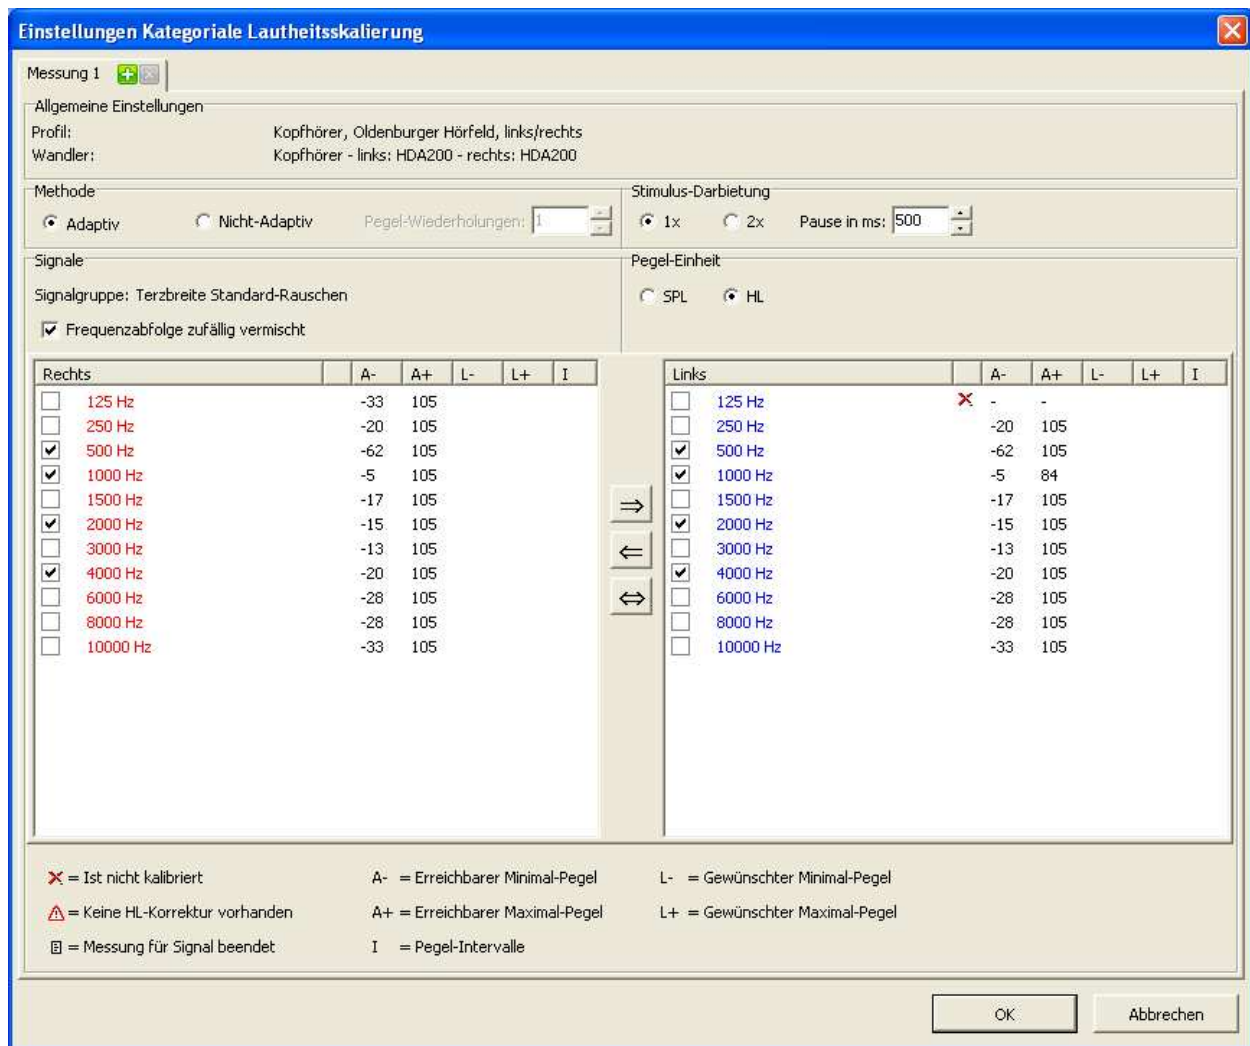

Abbildung 3: Konfigurationsdialog (hier: Kopfhörmessung „Oldenburger Hörfeld“ links/rechts, „Adaptiv“)
Nach der Auswahl des Messprofils (Messvariante) einer neuen Messung wird der so genannte Konfigurationsdialog angezeigt. Dort können Sie weitere Detailsinstellungen zur Messung vornehmen (Abbildung 3). Je nach gewähltem Messprofil können einzelne oder mehrere Einstellungsmöglichkeiten fehlen oder deaktiviert sein. Fehlermeldungen, die während der Konfiguration der Messung angezeigt werden können, sind in Abschnitt 6.1.1 beschrieben. Fehlermeldungen, die zusätzlich bei der Bearbeitung von Messprofilen angezeigt werden können, sind in Abschnitt 6.1.2 beschrieben.
**Achtung:** Nicht für jedes Prüfsignal ist zwingend auch eine Umrechnung in dB HL möglich. Dies wird entsprechend der Legende in Abbildung 3 durch ein Symbol angezeigt. In diesem Fall müssen Sie dB SPL auswählen.
Wurde für ein Prüfsignal eine manuelle Pegelbegrenzung eingestellt, dann wird diese im Konfigurationsdialog angezeigt (siehe Abbildung 3, 2000 Hz rechts).
Im Konfigurationsdialog werden für jedes Prüfsignal folgende Pegel-Informationen angezeigt (siehe auch Legende in Abbildung 3): Technisch erreichbarer Minimal-Pegel, Technisch erreichbarer Maximal-Pegel, gewünschter/manuell eingestellter Minimal-Pegel, gewünschter/manuell eingestellter Maximal-Pegel. Ist ein gewünschter Pegel außerhalb des möglichen Bereichs, wird dieser Pegel rot dargestellt. Bei einer Messung gilt dann automatisch die jeweils strengste Begrenzung.
Im Konfigurationsdialog werden für jedes Prüfsignal folgende Pegel-Informationen angezeigt (siehe auch Legende in Abbildung 3): Technisch erreichbarer Minimal-Pegel, Technisch erreichbarer Maximal-Pegel, gewünschter/eingestellter Minimal-Pegel, gewünschter/eingestellter Maximal-Pegel, Anzahl der Pegel-Intervalle. Ist ein gewünschter Pegel außerhalb des möglichen Bereichs, wird dieser Pegel rot dargestellt. Bei einer Messung gilt dann automatisch die jeweils strengste Begrenzung.